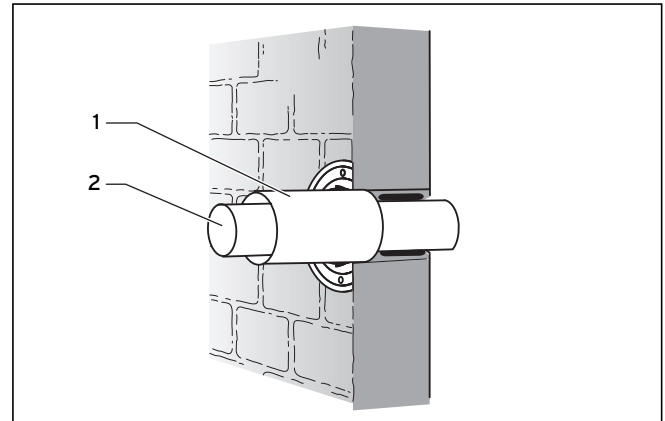

Abb. 4.19 Anschluss montieren
- Kürzen Sie das Luft-/Abgasrohr gemäß Abbildung 4.19.